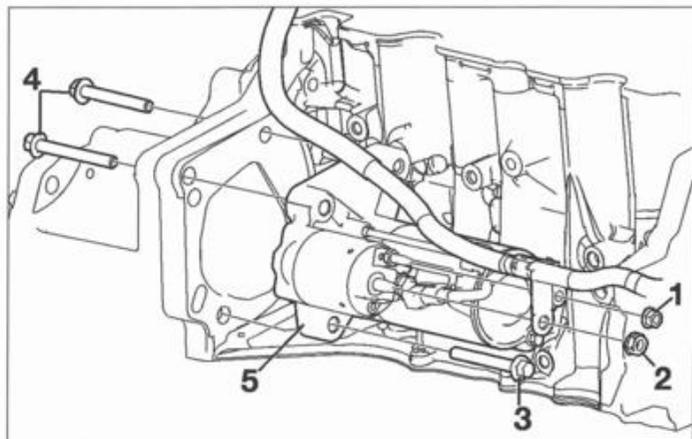

FIG. 8
- la tuerca de fijación (1) del conector de cable de conmutador de encendido al solenoide de motor de arranque (**fig. 8**).
- la tuerca de fijación (2) del conector de cable de batería al solenoide de motor de arranque.
- los tornillos de fijación inferior del motor de arranque (3).
- los tornillos de fijación superior del motor de arranque (4).
- el motor de arranque (5).